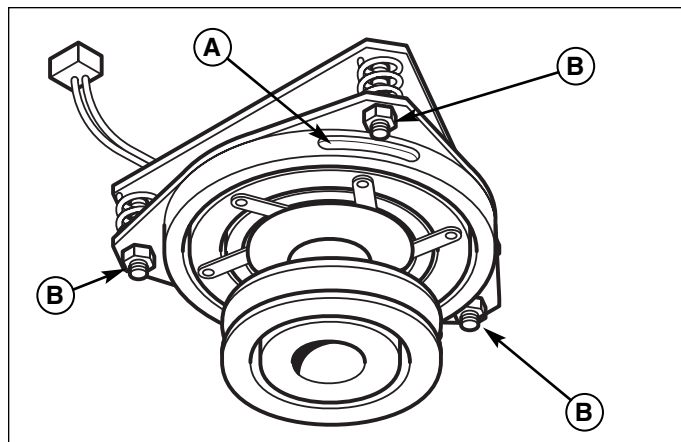

Figure 45. Réglage de l'embrayage de la PDF
2. Voir la figure 45. Noter la position des 3 orifices de réglage (A) situés sur le côté de la plaque de freins et les écrous de réglage à filetage autofreinant (B).
4. Serrer alternativement les écrous de réglage (B, figure 45) jusqu'à ce que la face du rotor et la face de l'induit entrent juste en contact avec la jauge.